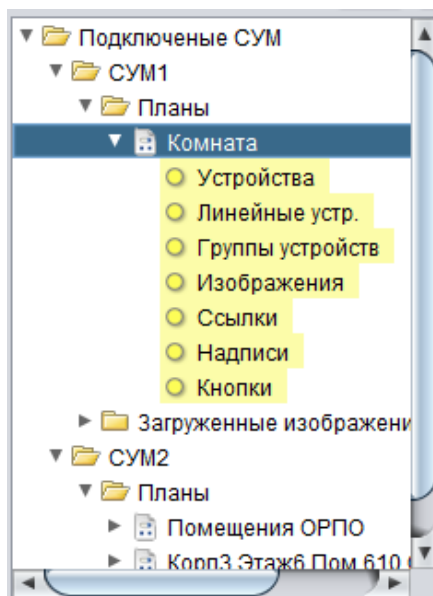

Рис. 128
14.3.4. нажать кнопку «Добавить» и проконтролировать появление созданного плана в навигационном дереве в разделе «Планы» и перечня типов графических объектов, которые можно нанести на этот план (Рис. 128).